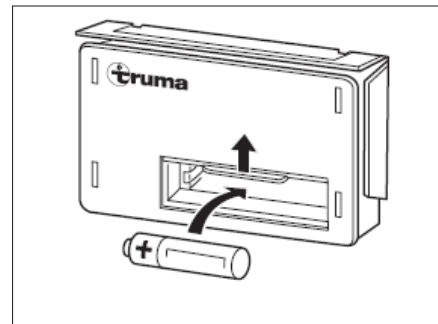

Fig. 104 Changement de pile
- Faire glisser vers le haut le recouvrement du compartiment à piles de l'allumage automatique (Fig. 104).
- Placer une pile neuve du même type dans le compartiment à piles de l'allumage automatique en respectant la polarité (+/-) (Fig. 104). Utiliser uniquement des piles Mignon à résistance thermique élevée (+70 °C) et ne coulant pas.